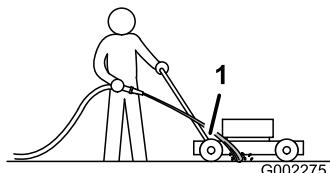

Figura 35
3. Mantenha a mangueira ligada ao nível da pega e direcione a água para fluir para o solo mesmo em frente da roda traseira direita (Figura 35).